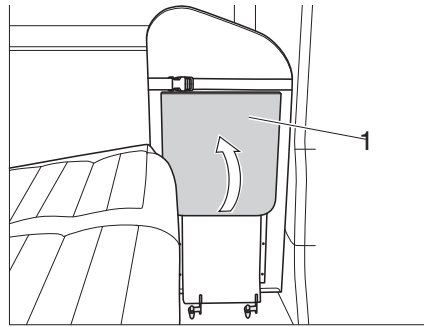

Figure 31 Déplier l'espace de rangement
- Incliner l'espace de rangement (Figure 31, 1) vers le haut jusqu'à ce que le support s'encliquète.